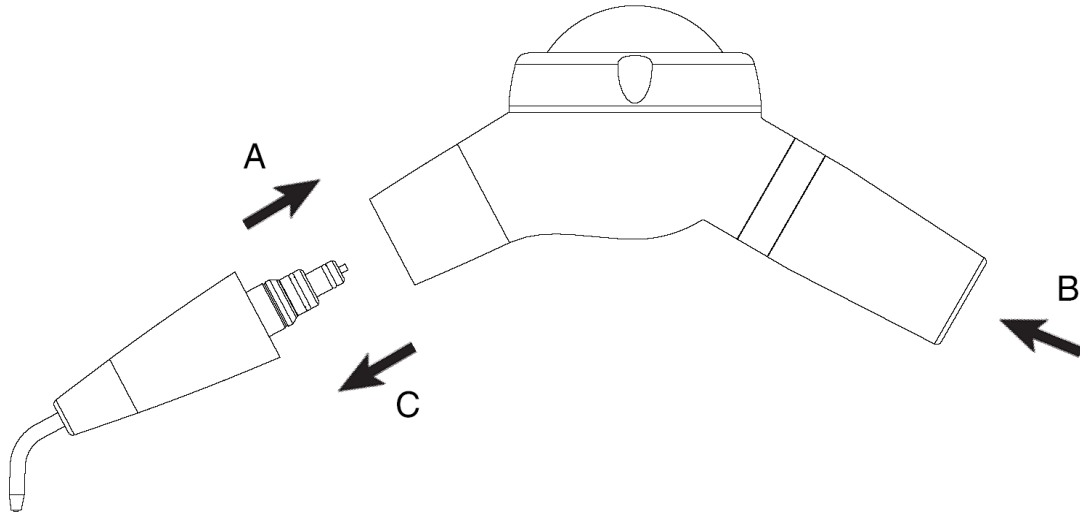

Fig. 3
1. Вставьте пескоструйную насадку в аппарат (стерильный) (см. рис.3 - Ref.A) до защелкивания;
2. Подключите **Easyjet pro** к турбинному шлангу установки (см. рис.3 - Ref.B);
1. Отсоедините пескоструйный носик от корпуса **Easyjet pro** (см. рис.3 - Ref.C).
4. Подсоедините пескоструйный носик к аппарату **Easyjet pro** (см. рис.3 - Ref.A).
1. Отсоедините пескоструйный носик от главного корпуса аппарата Easyjet pro (см. рис.3 - Ref.C).
1. Отсоедините пескоструйный носик от корпуса аппарата **Easyjet pro** (см. рис.3 - Ref.C).